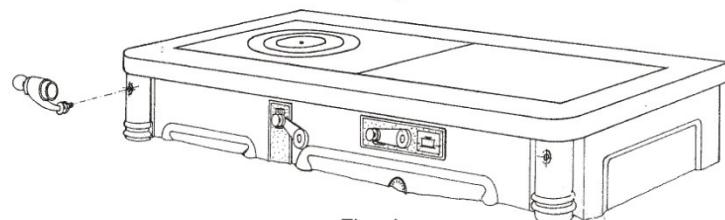

Fig. 1
**Soporte izquierdo:** introducir girando en el sentido de las agujas del reloj. Llegando a tope se sitúa en horizontal con la parte esférica al exterior. Manteniendo la posición del soporte se aprieta la tuerca sobre el esquinero y se logra su fijación (fig. 1 y 2).